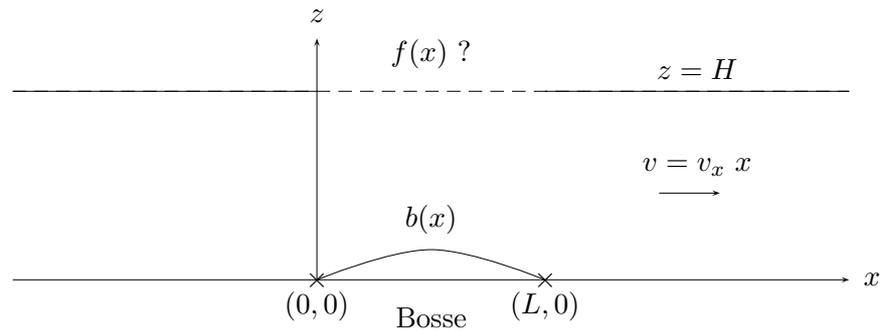

FIGURE 3.2 – Ecoulement avec variation de la côte du fond.
**Exercice 25.** Nous étudions l'écoulement bidimensionnel d'un fluide sur une bosse dont la géométrie est décrite par la fonction  $b(x)$  représentée à la figure 3.2. L'objectif est de déterminer la variation de la surface libre  $f(x)$  au niveau de la bosse. Avant et après l'obstacle, l'écoulement est horizontal (vitesse  $v = v_x x$ ) et la hauteur  $H$  de fluide est constante. L'écoulement est permanent et le fluide incompressible. Les variations de la surface libre et de la côte du fond sont négligeables devant la hauteur d'eau  $H$ .